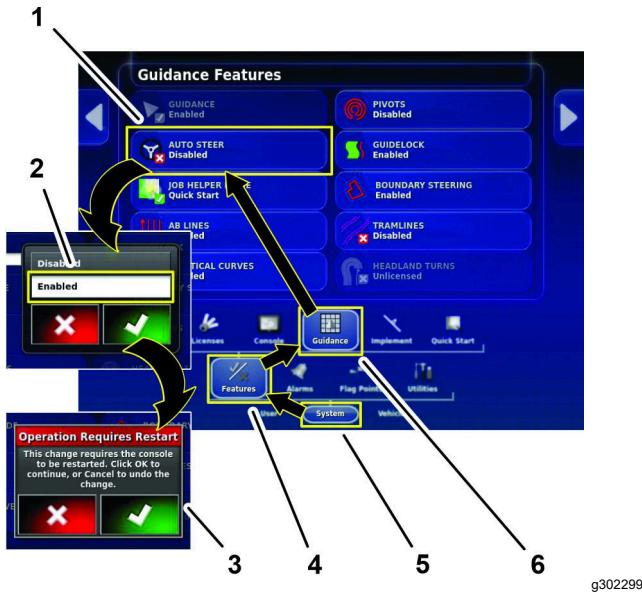

Figura 156
3. Prima o ícone SYSTEM, o ícone FEATURES, e o ícone GUIDANCE (Figura 156).
4. Prima o ícone AUTO STEER (Figura 156).
5. Na caixa de diálogo, pressione o ícone ENABLE e prima o ícone de confirmação (Figura 156).
6. Na caixa de diálogo “a operação exige que o sistema seja reiniciado”, pressione o ícone Confirmar (Figura 156).